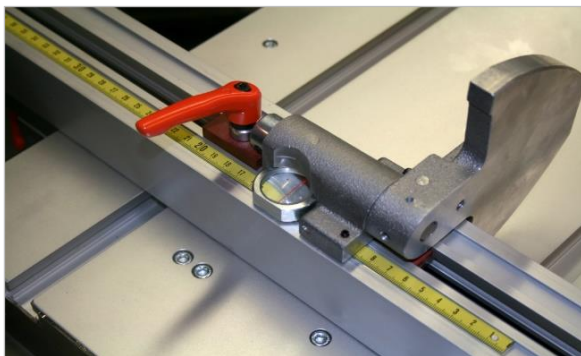

Abbildung 79: Anschlagklappe (links v. Sägeblatt)
- Das zuvor beim Längenschlag eingestellte Maß mit der Anschlagklappe am Parallelanschlag anfahren (⇒ Abbildung 79).